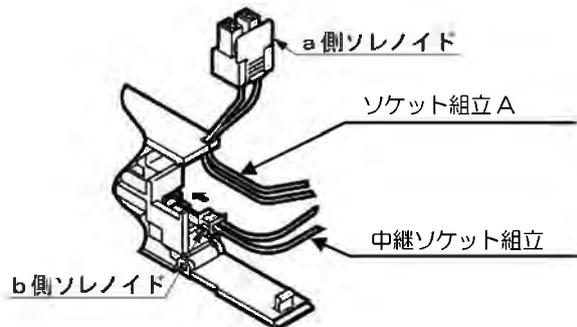

図1
- 5) 電装基板に信号線(ソケット組立A、および中継ソケット組立)を接続し、バルブブロックに信号線を組付ける(図1)。